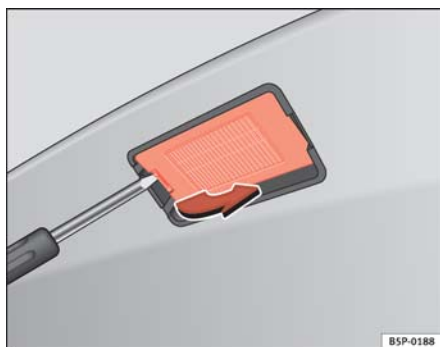

Fig. 181 Luz matrícula
- Retire la tulipa, utilizando el destornillador por su parte plana, haciendo palanca cuidadosamente en la hendidura como indica la flecha ⇒ fig. 181.